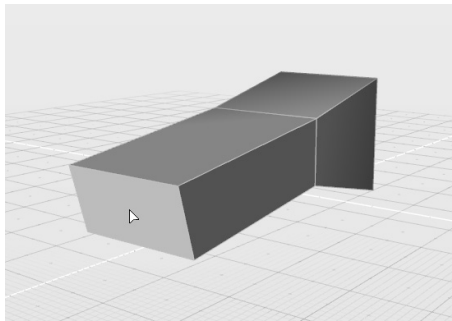

图 6-19 基于控制面构建新面
5) 此时按住黄色实心标识, 向任意方向拖曳, 可获得更多的多边形面, 如图 6-19 所示。